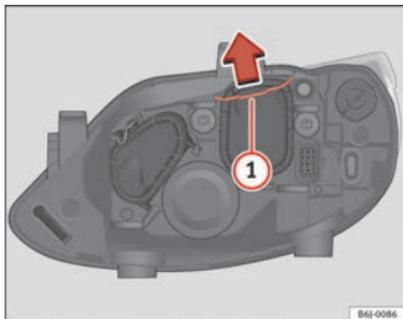

Fig. 161 Luz de cruce
- Desplace el tirante ⇒ fig. 161 ① en el sentido de la flecha y saque la tapa.